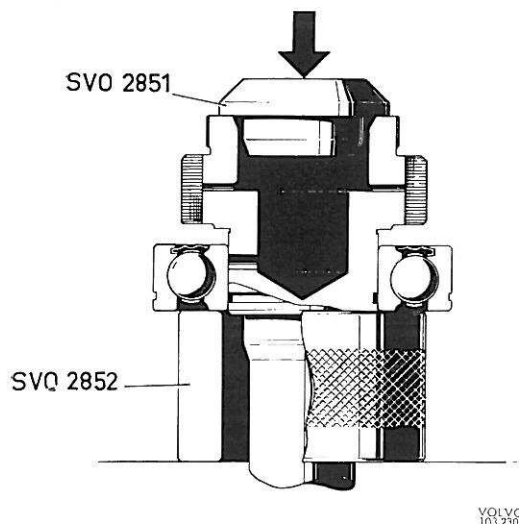

Figure 23. Montage de roulement à billes d'arbre primaire
1. Presser les bagues d'étanchéité dans le couvercle avant et le couvercle arrière en se servant de la poignée de base 1801 et du mandrin 2851 ou 2412 respectivement. Enfoncer le roulement à billes sur l'arbre primaire en se servant de la bague sous-jacente 2852 et du mandrin 2851, voir figure 23. Essayer un jonc de verrouillage qui remplit complètement la gorge correspondante et le monter.